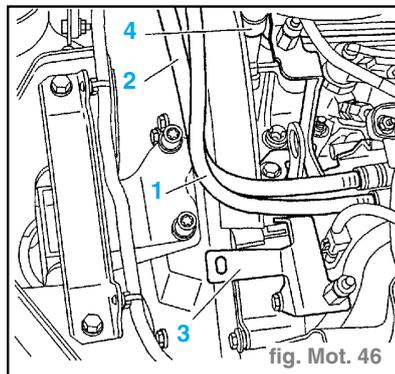

fig. Mot. 46
- le support **(3)** cache-style droit. (fig. Mot. 46)
- Reposer le couvre-culasse (4). (fig. Mot. 46)